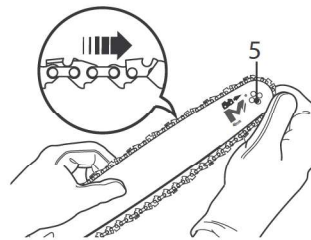

Fig. 6
- > Deslize a corrente pela calha em redor da lâmina-guia (Fig. 6).